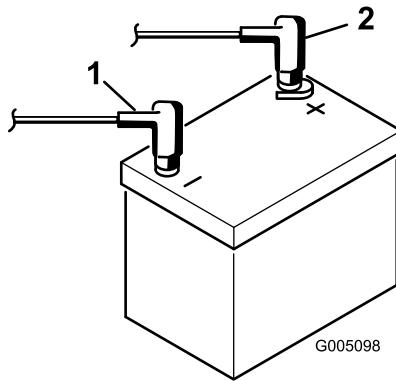

Figura 7
8. Instale o cabo positivo (vermelho) no terminal positivo (+) e o cabo negativo (preto) no terminal negativo (-) da bateria e fixe-os com os parafusos e as porcas (Figura 7). Coloque a protecção de borracha sobre o terminal positivo para evitar um curto-círcito.